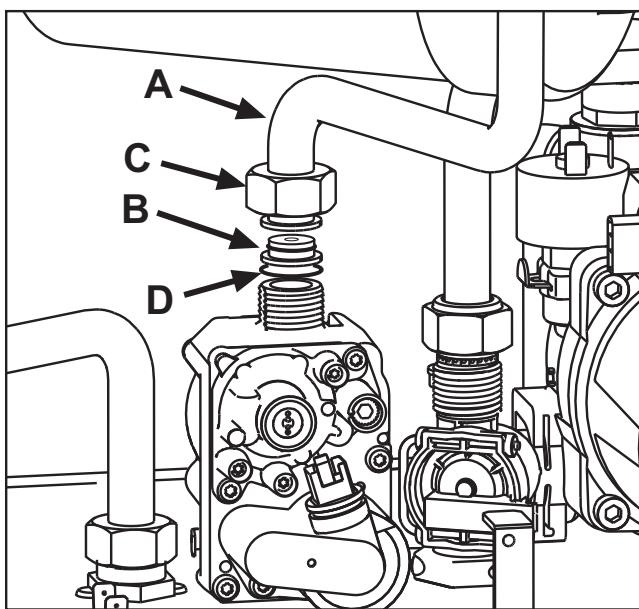

fig. 22
- Desenroscar la tuerca C y desconectar el tubo A de la válvula del gas (fig. 22).
- Sustituir el inyector B del tubo del gas por el que se incluye en el kit de transformación, interponiendo la junta D (fig. 22).